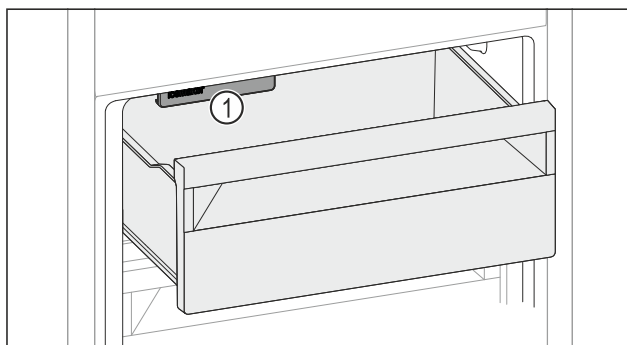

Fig. 165
- Dávejte pozor na IceMaker Fig. 165 (1).